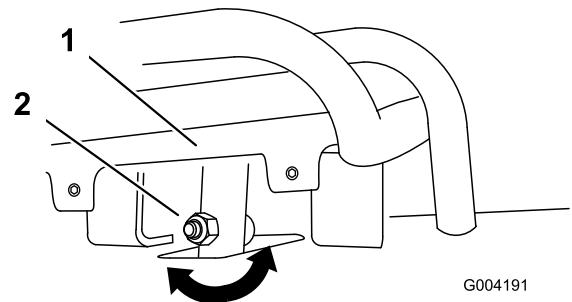
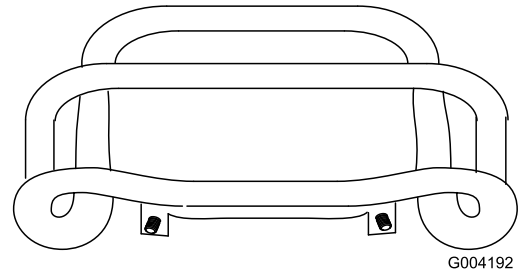

Figura 52
Figura 53
4. Se la parte anteriore del comando della trazione non rimane dritta e a filo con la barra di riferimento, allentare il dado flangiato e imbullonare lo stelo del comando della trazione (Figura 52).
5. Regolare il comando della trazione in modo che rimanga a filo con la barra di riferimento quando viene tirato all'indietro (Figura 52 e Figura 53).